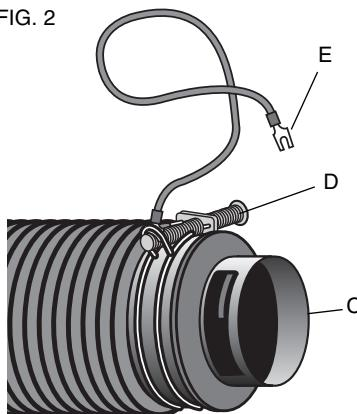

FIG. 3
1. Select a container with a rim or edge that the drawstring collar (G) will attach to securely (Fig. 3).
1. Choisir un réceptacle dont le pourtour ou le bord permettra une fixation solide avec le collier de serrage (G) (Fig. 3).
1. Seleccione un bidón con un borde al cual se podrá conectar firmemente la abrazadera de cordón (G) (Fig. 3).